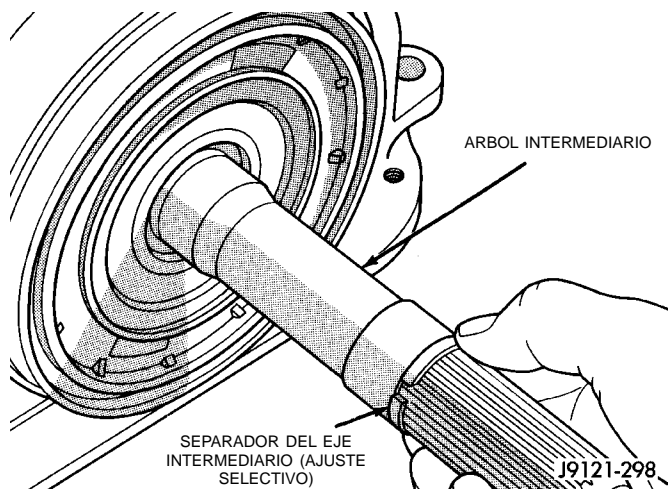

Fig. 200 Localización del separador del eje intermedio
(2) Retire el separador del eje intermediario (Fig. 200). Conserve el separador. Es una pieza de ajuste selectivo y posiblemente se la pueda volver a utilizar.